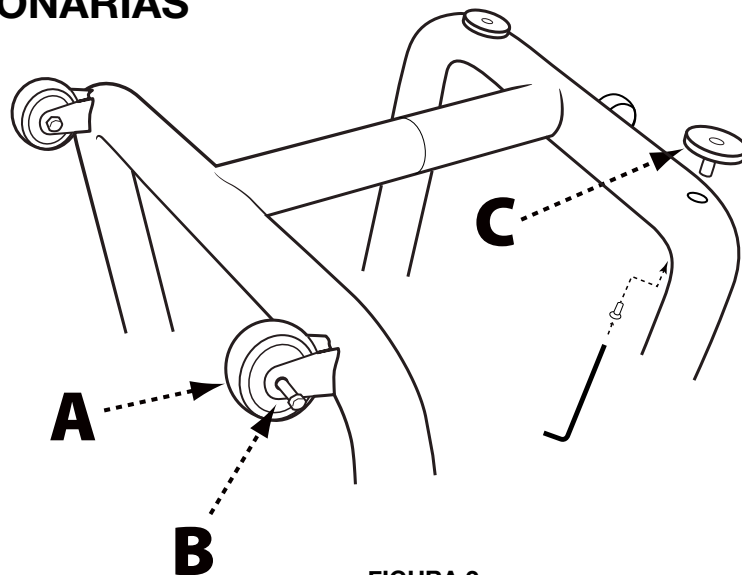
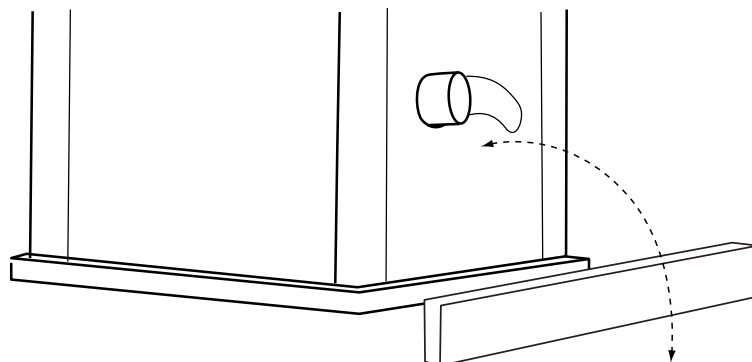

FIGURA 2
FIGURA 3
1. Sujete las dos ruedas fijas (A) a las dos patas izquierdas, al lado opuesto de la rueda pivotante, usando el perno de cabeza redonda de tope como en la Figura 2.
2. Atornille las patas ajustables (C) en los insertos roscados de la pata derecha, junto a la rueda pivotante.
3. Coloque un trozo de desecho de 2 x 4 en la parte posterior de la sierra, como se muestra en la Figura 3, para evitar dañar el conducto para polvo cuando se enderece la sierra.
5. Las dos patas ajustables (C) se pueden girar para subirlas y bajarlas. Las patas pueden ajustarse al nivel de la sierra y bloquearse en su lugar con los tornillos de fijación usando una llave hexagonal Allen de 6 mm. Vea la Figura 2.